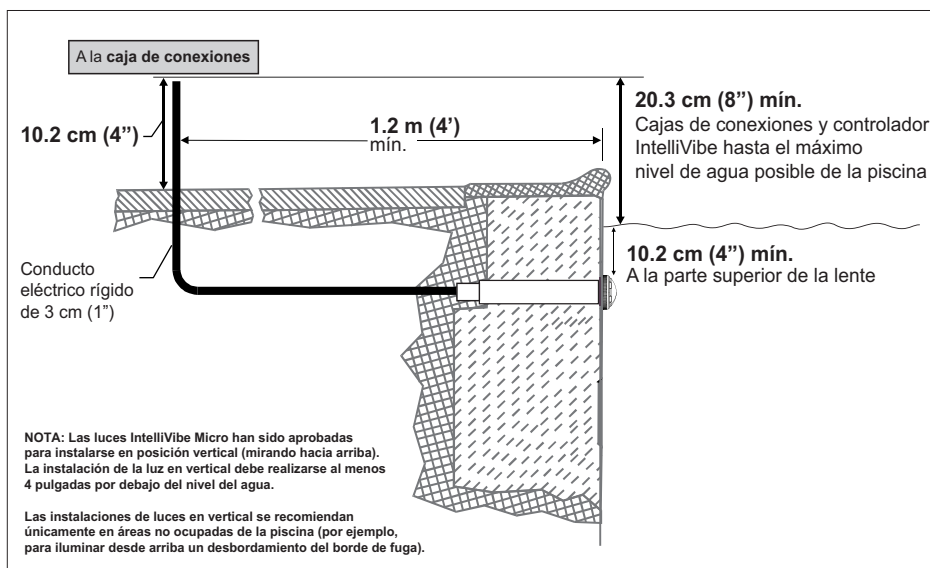

Figura 1
ANTES DE COMENZAR: La siguiente información describe las tareas que debe realizar el electricista *antes* de instalar el aplique de luz. Consulte la figura 1.
- La caja de conexiones, el PS300 y el controlador IntelliVibe están ubicados al menos a 10.2 cm (4 pulgadas) sobre el nivel del suelo o 20.3 cm (8 pulgadas) sobre el nivel máximo del agua, lo que sea más alto. La caja de conexiones, el PS300 y el controlador IntelliVibe deben estar al menos a 1.2 m (4 pies) del borde de la piscina. Consulte la figura 1.
Consulte la *Figura 1 en la página 2* para la instalación de cajas de conexiones en EE. UU.